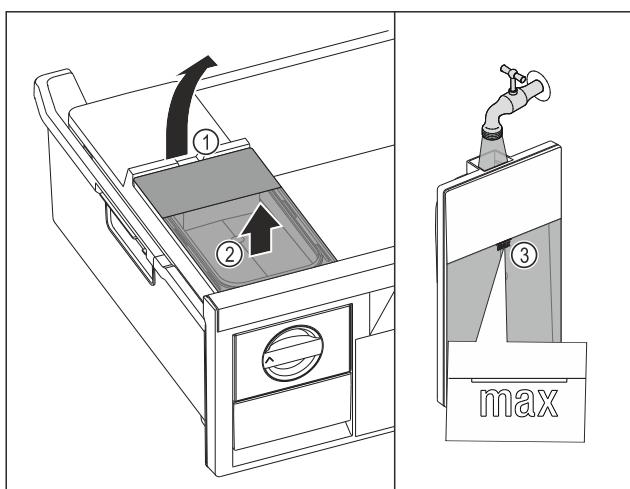

Fig. 76
► Soulever le réservoir d'eau par l'encoche Fig. 76 (1).
► Retirer le réservoir d'eau par le haut. Fig. 76 (2)
► Remplir le réservoir d'eau potable jusqu'au repère Fig. 76 (3).